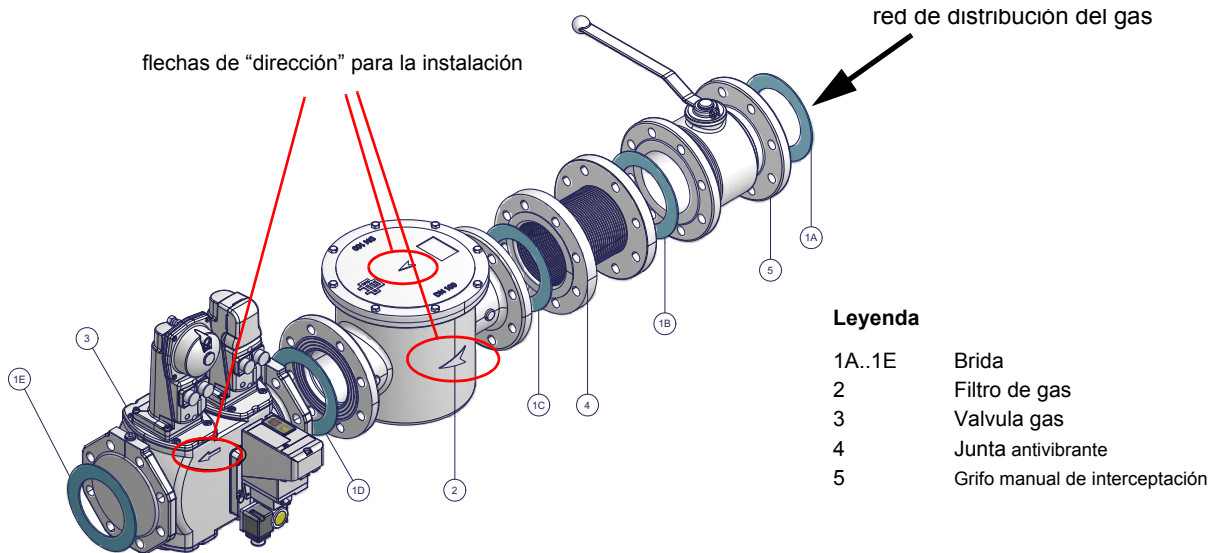

Fig. 5 - Ejemplo de rampa gas
- 1-b) en el caso de juntas embridadas: interponer entre un miembro y el otro, una junta (n. 1A..1E - Fig. 5), compatible con el gas utilizado,
ATENCIÓN: después de haber montado la rampa según el esquema indicado en Fig. 5, tiene que ser efectuada la prueba de estanqueidad del circuito gas, según las modalidades previstas por la normativa vigente.